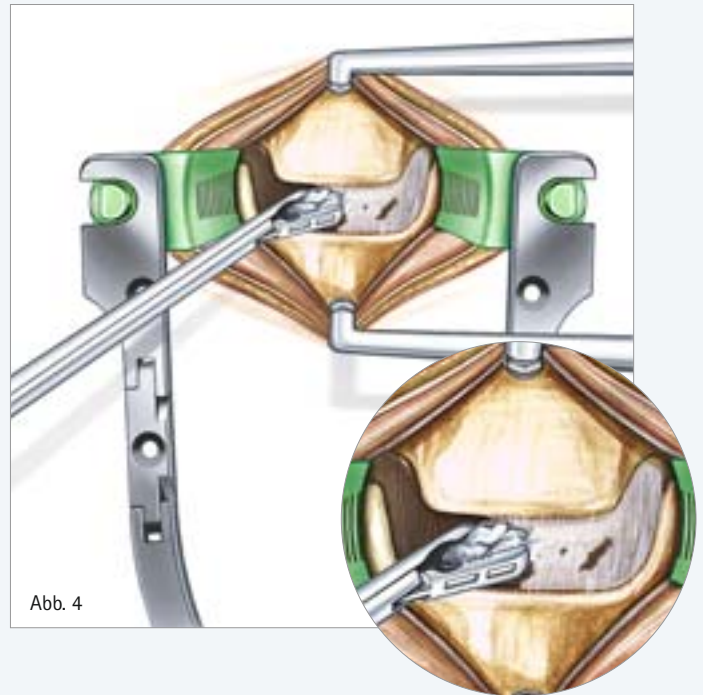

Abb. 4
- Die vollständige Diskektomie erfolgt mit verschiedenen Faßzangen, Küretten und scharfen Löffeln (Abb. 4). Falls eine High Speed Fräse verwendet wird, um dorsale Osteophyten zu entfernen, muss unbedingt darauf geachtet werden, dass Grund- und Deckplatte unversehrt bleiben.